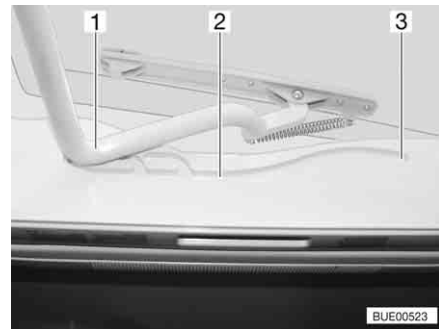

Bild 20 Kipp-Dachhaube, Führung
- Den Bügel (Bild 20,1) in den Führungen (Bild 20,2) bis in die hinterste Position (Bild 20,3) ziehen.
- Den Bügel (Bild 20,1) mit beiden Händen leicht nach oben drücken.
- Den Bügel in den Führungen (Bild 20,2) bis zur gewünschten Stellung ziehen.